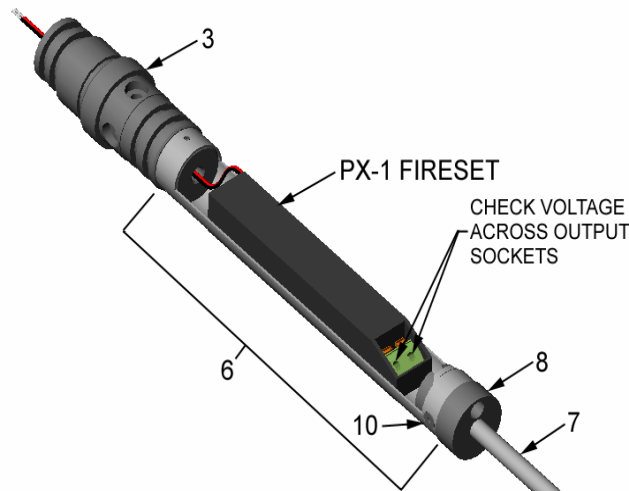

Figure 2 : Contrôle de la tension des prises de sortie du PX-1 avant l'armement
1.8 Vérifiez la tension des prises de sortie du PX-1 à l'aide d'un compteur numérique pour détonateur placé sur une échelle de tension c.c.+ (voir Figure 2). Le compteur doit afficher 0 volts.